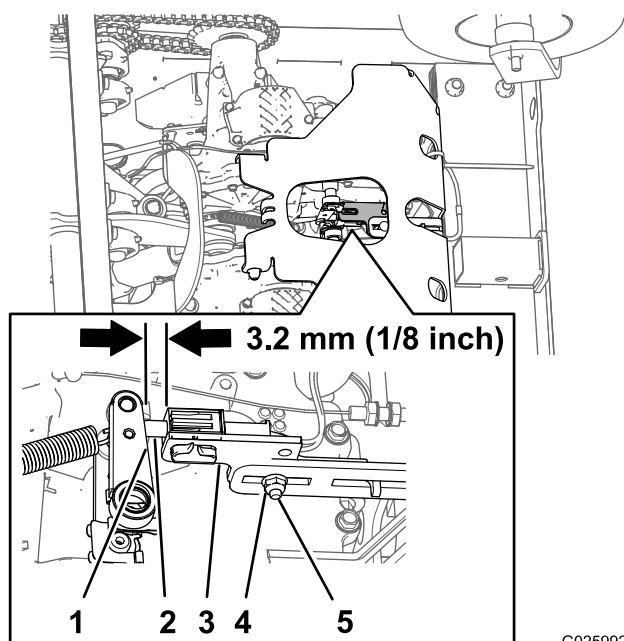

Figure 49
5. Vérifiez la distance entre le support du contacteur du frein de stationnement et le bras de frein de la transmission (Figure 49).
- A. Desserrez le contre-écrou et le boulon de carrosserie qui fixent le support du contacteur de frein de stationnement (Figure 49).
- B. Ajustez la position support du contacteur de frein jusqu'à ce que le support et le bras de frein soient espacés de 3,2 mm (1/8 po) (Figure 49).
- C. Resserrez le contre-écrou et le boulon de carrosserie (Figure 49) qui fixent le support du contacteur de frein à un couple de 1 017 à 1 243 N-cm (90 à 110 lb-po).